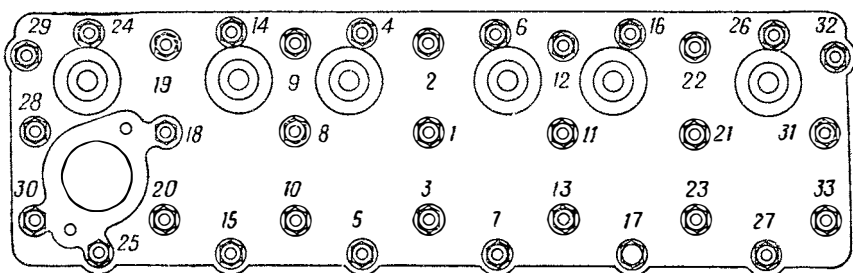

Рис. 46. Последовательность затяжки гаек шпилек головки блока цилиндров:
6. Установить на шпильки блока цилиндров кожух 5 экранировки свечей, кронштейн маслоналивного патрубка 24, кронштейн 20 в сборе с масляным фильтром 23 тонкой очистки, кронштейн 18, плоские шайбы и навернуть гайки. Затянуть равномерно все гайки в порядке, указанном на рис. 46. Закрепить кронштейн маслоналивного патрубка хомутом и винтом (см. технические условия, п. б).
43. Снять крышку экранировки свечей и отвернуть гайки 2 и 3 (рис. 46) шпилек крепления головки блока цилиндров. Установить на шпильки скобу для снятия и установки двигателя и закрепить гайками.